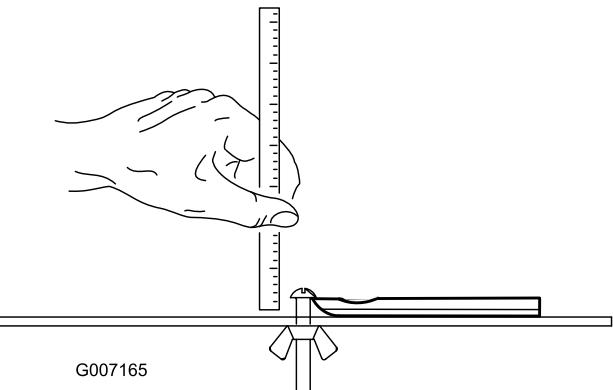

Figure 20
**Remarque:** Toutes les mesures de limite de service renvoient au bas de la contre-lame (Figure 20)